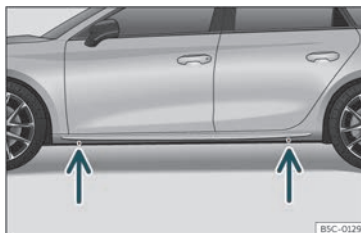

Fig. 42 Pontos de apoio do macaco.
- Procure na longarina a marca do ponto de apoio do macaco (zona afundada) mais próximo da roda a substituir >>> Fig. 42.